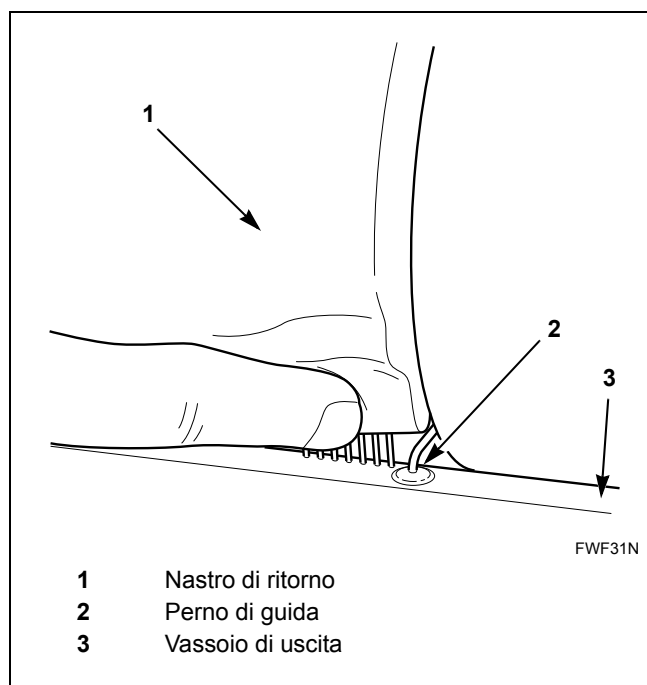

Figura 32
13. Verificare che il nuovo nastro di ritorno sia posizionato tra i perni di guida del vassoio di uscita sul lato anteriore della macchina. Consultare la *Figura 32*.